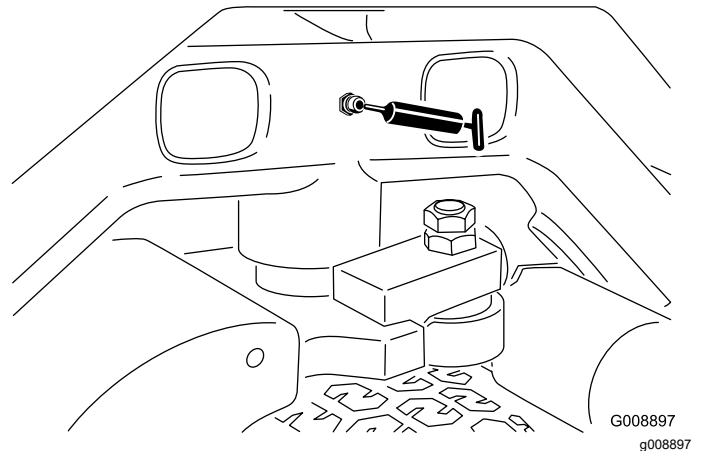

Figure 34
- Pivot de direction (Figure 34)